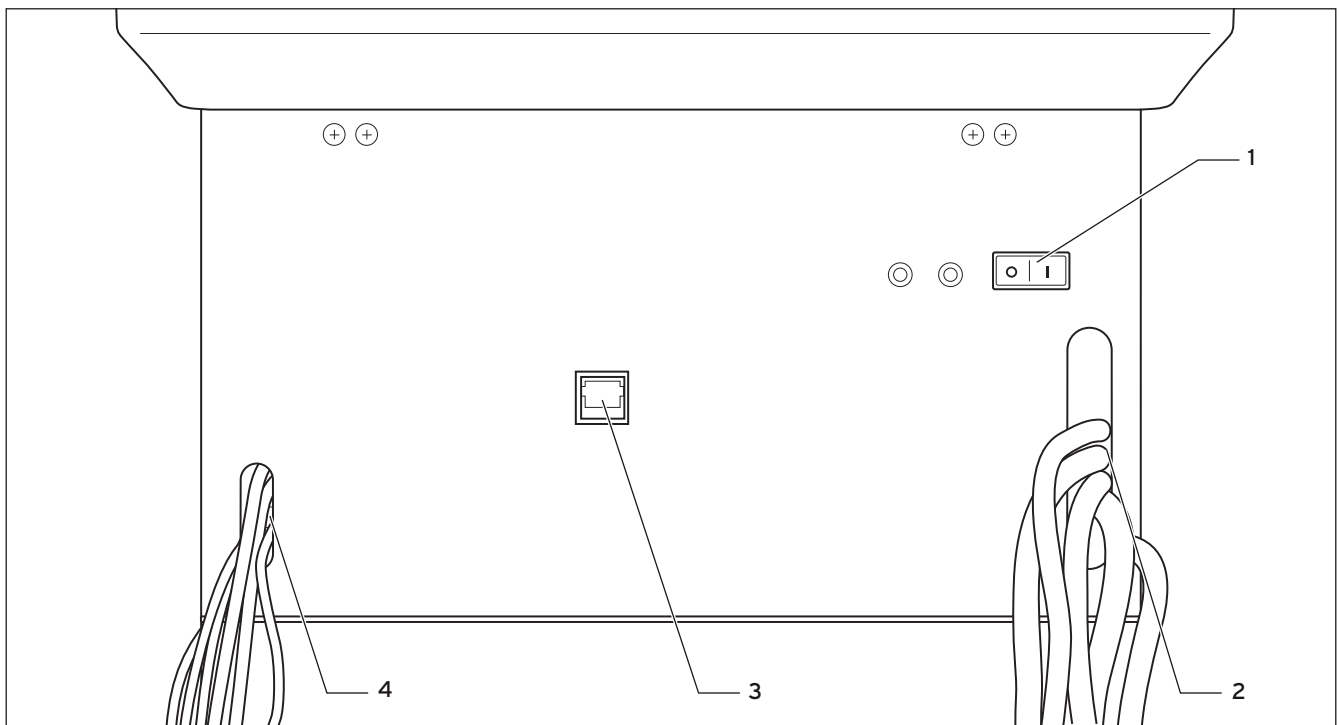
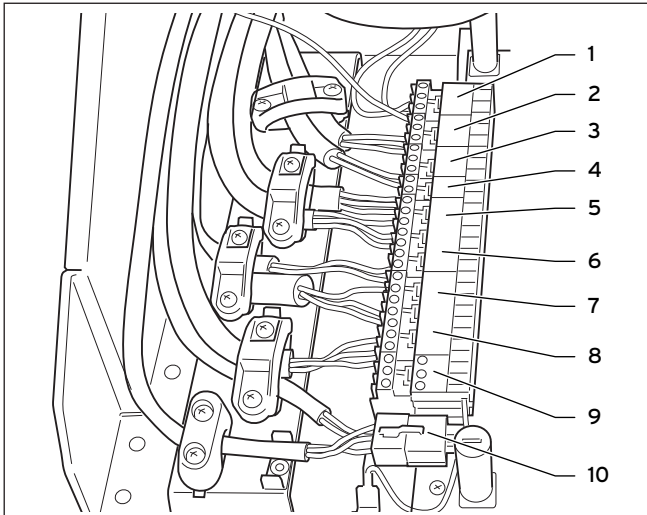
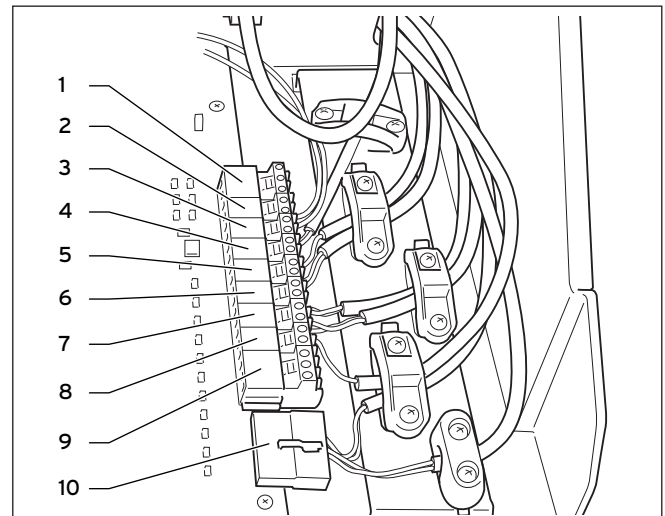

Abb. 4.4 Kabeldurchführungen des Systemreglers
Abb. 4.6 Anschlussseite Netzspannung
Abb. 4.7 Anschlussseite Kleinspannung
- Führen Sie alle Kabel, die an der Anschlussseite Netzspannung der ProE-Leiterplatte angeschlossen werden (→ **Abb. 4.6**), durch die Kabeldurchführung Netzspannung (2).
- Führen Sie alle Kabel, die an der Anschlussseite Kleinspannung der ProE-Leiterplatte angeschlossen werden (→ **Abb. 4.7**), durch die Kabeldurchführung Kleinspannung (4)
- Schließen Sie die Kabel, die durch die Kabeldurchführung Netzspannung (→ **Abb. 4.4**, Pos. 2) geführt wurden, an der Anschlussseite Netzspannung der ProE-Leiterplatte an (→ **Abb. 4.6**).
- Schließen Sie die Kabel, die durch die Kabeldurchführung Kleinspannung (→ **Abb. 4.4**, Pos. 4) geführt wurden, an der Anschlussseite Kleinspannung der ProE-Leiterplatte an (→ **Abb. 4.7**).